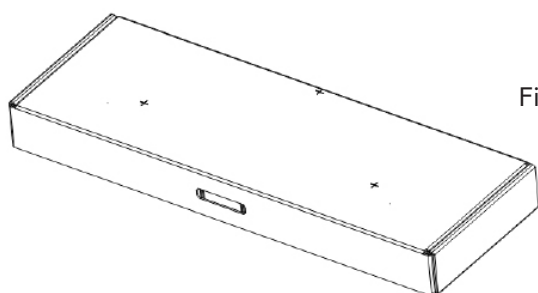
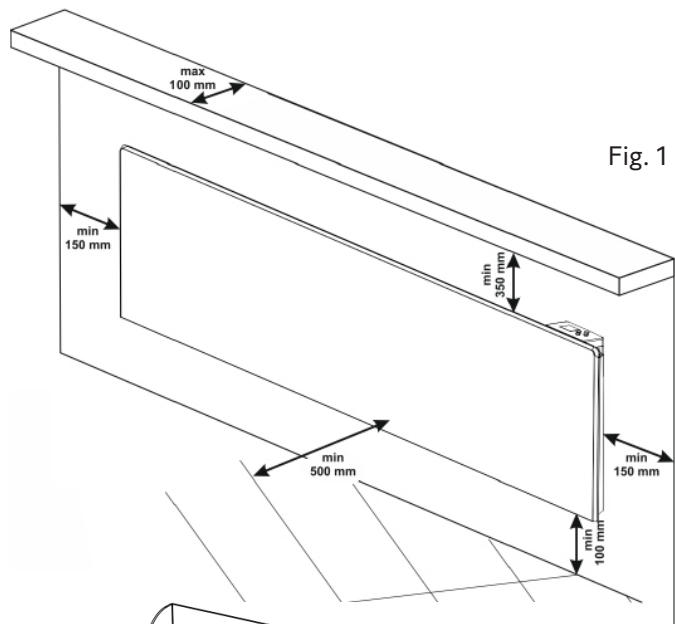

Fig. 2
Fig. 1
- Välj placering och märk upp dess tre punkter för positionen för borrhning, borra sedan med ett  $\varnothing$  6 mm borrar på de markerade platserna på väggen. (Fig. 1). Som hjälp kan du gärna använda de förberedda hålen i förpackningen, märkta med + (Fig. 2).